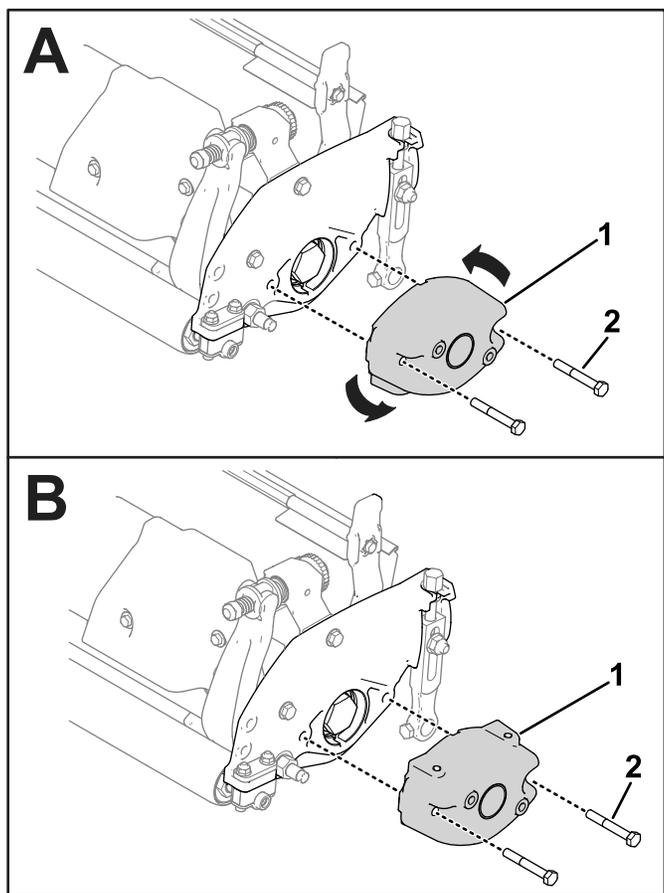

図 53
1. カuttingユニットに取り付けられているカウンタウェイトを一旦取り外し、ねじ穴が上を向くように向きを変えて取り付ける 図 53。